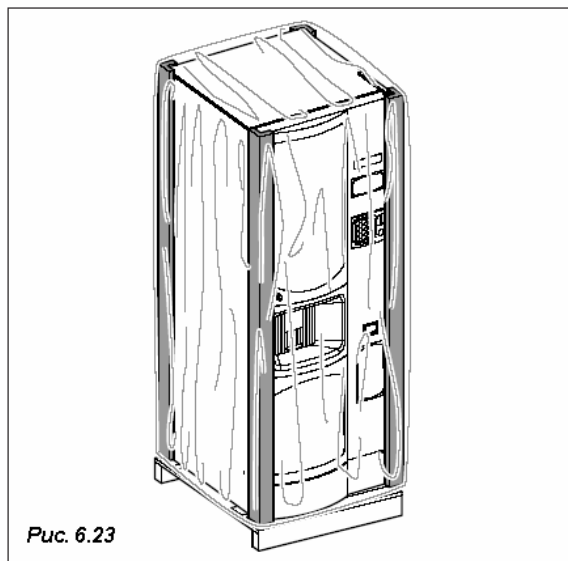

Рис. 6.23
- извлечь все продукты из контейнеров (Рис. 6.23)